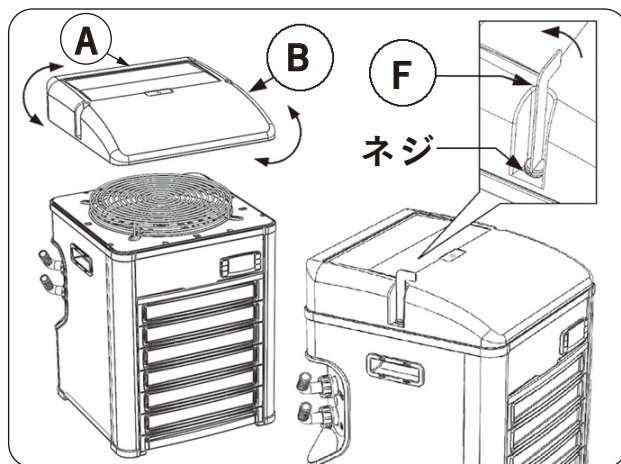

図4
5) エアコンベヤー (図4のB) にエアコンベヤー拡張部 (図4のA) を取り付け、回転させ排気熱の方向を選び、付属のレンチ (図4のF) を使って2本のネジを反時計回りに1/4周だけ回転させて固定してください。